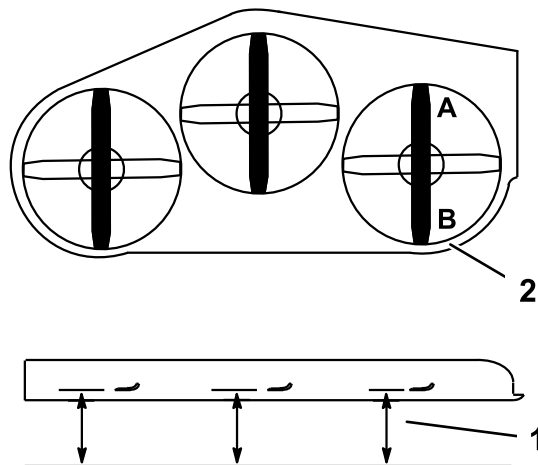

Figura 72
1. Coloque la cuchilla **derecha** en posición longitudinal (Figura 72).
2. Mida la cuchilla derecha en la posición **A** desde una superficie nivelada hasta el filo de corte del extremo de la cuchilla (Figura 72).
4. Mida la cuchilla derecha en la posición **B** desde una superficie nivelada hasta el filo de corte del extremo de la cuchilla (Figura 72).
6. La cuchilla del cortacésped debe estar entre 6 y 10 mm (1/4–3/8 pulg.) más baja en la posición **A** que en la posición **B** (Figura 72). Si no es correcta la distancia, continúe con los pasos siguientes.